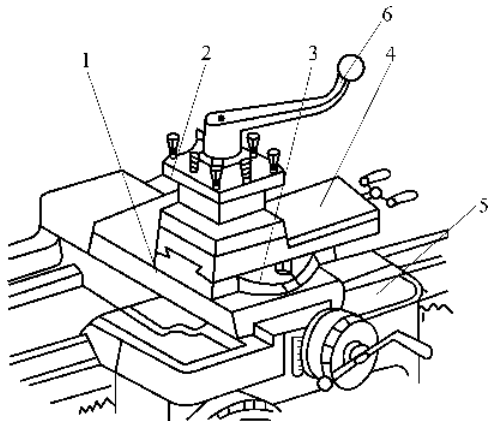

图 1-3 刀架
⑧ 刀架: 刀架的结构如图 1-3 所示。刀架固定在小滑板 4 上,用于夹持车刀(可同时安装四把车刀),刀架上有控制手柄 6。逆时针转动手柄,可转动刀架以选择车刀及其刀杆工作角度;顺时针转动手柄时,刀架则被锁紧,即可进行车削加工。